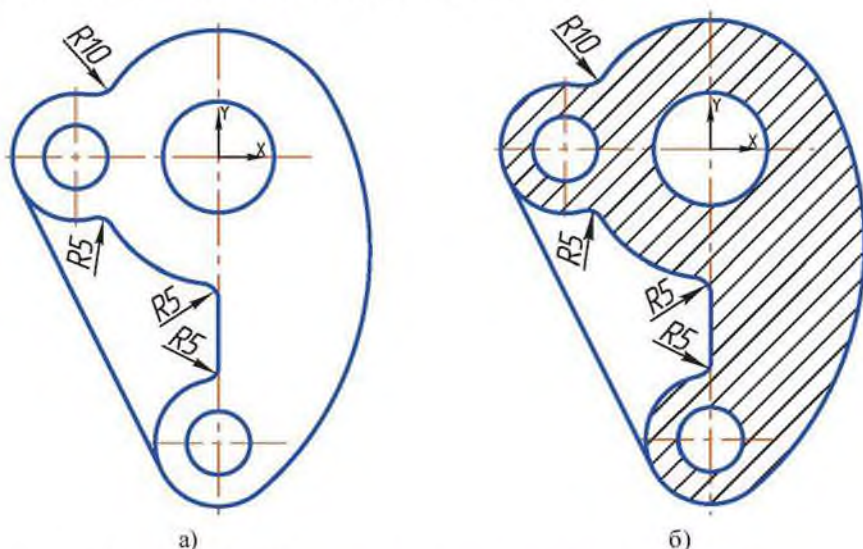

Рисунок 4.28 Выявление полного контура и штриховка
9) Выполнить штриховку (рисунок 4.28 б).